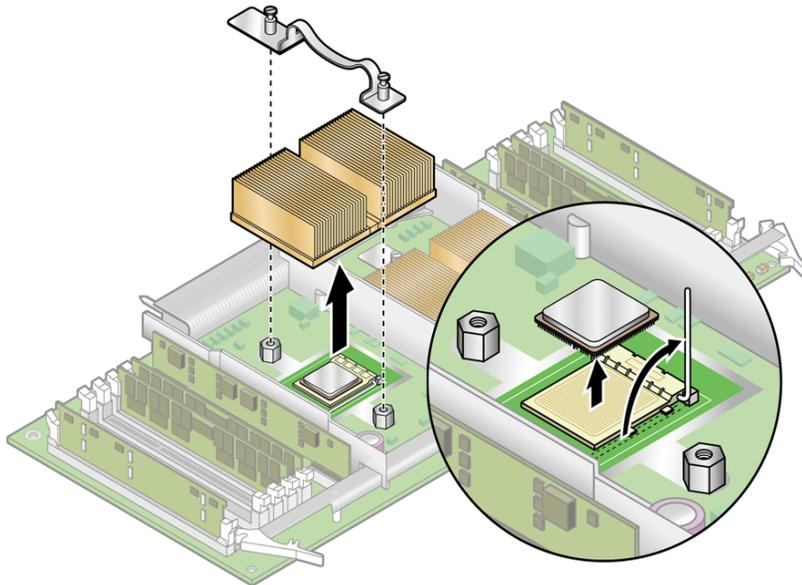

FIGURE 4-33 Retrait du clip de fixation et du dissipateur thermique pour les CPU de version stepping « C0 » et « CG »
Desserrez les deux vis de fixation et retirez le clip de fixation du dissipateur thermique. Voir FIGURE 4-33.
11. Tirez le levier de dégagement de la fiche en position complètement ouverte, perpendiculaire (voir FIGURE 4-33).